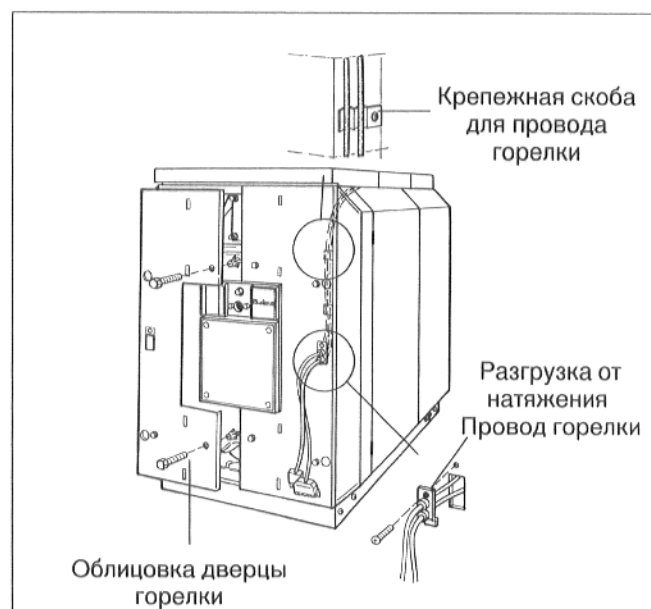

Рис. 45
- Вставить провод горелки вместе с разгрузкой от натяжения, соответственно рис. 45, в облицовку дверцы горелки.
- Проложить провод горелки по окантовке в облицовке дверцы горелки вверх и закрепить крепежной скобой так, чтобы провод горелки не прикасался к горячим деталям котла (рис. 45).
- Насадить облицовку дверцы горелки спереди на дверцу горелки и привинтить ее четырьмя машинными винтами (рис. 45).